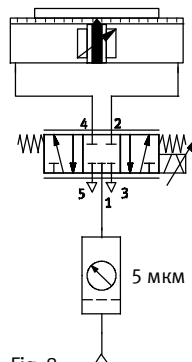

Fig. 8
- Используйте пропорциональный распределитель МРУЕ или VPWP для управления скоростью и позиционирования (пример переключения → Fig. 8). Эта схема переключения не предназначена для остановки каретки в случае потери давления.